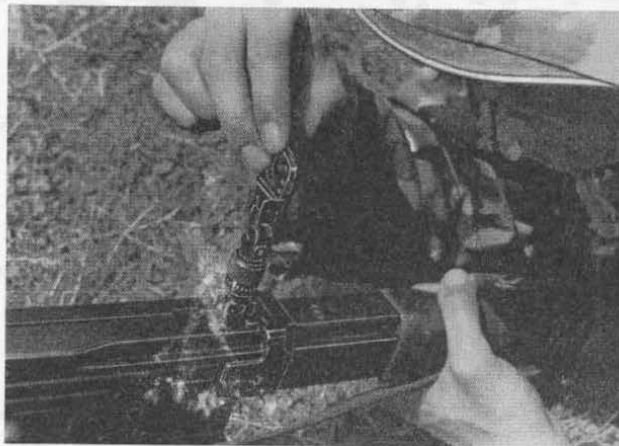

Bild 46
- 61 Bei Dämmerung und in der Nacht wird zum Schießen gegen schwach beleuchtete Ziele das **Nachtvisier** auf das normale Lochvisier gesteckt (Bild 46). Das Nachtkorn im Kornschutz wird in Zielmitte und die beiden kleinen Leuchtpunkte auf dem Nachtvisier werden auf gleiche Höhe gebracht (Bild 47). Wenn es die Lage gestattet, sollen Nachtvisier und Nachtkorn kurz vor Gebrauch mit der Taschenlampe angeleuchtet werden.